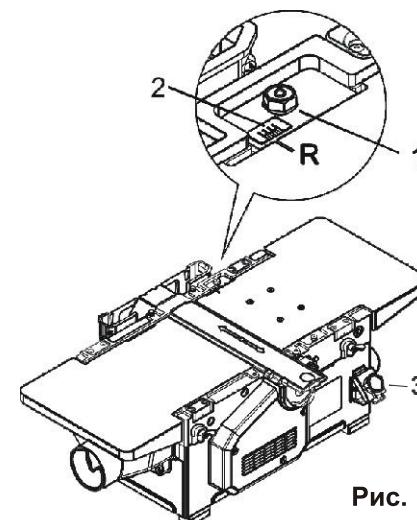

Рис. 1
Пуск станка осуществляется с помощью выключателя (3) (см. рис. 1).
- отвернуть два болта крепления прижимов (1) (см.рис.1);
- вращением ручки, находящейся под лыжей, переместить лыжу на необходимую глубину строгания, совместив рискну R на лыже с необходимым значением штриха на шкале (2);
- зафиксировать лыжу в таком положении, затянув болты прижимов (1);